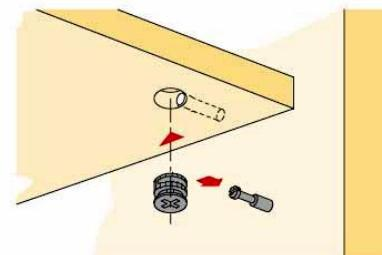

Рис.2 Схема установки эксцентриковой стяжки
- Соединить крышу тумбы №3 и дно №4 с боковинами №1,2 на эксцентриковые стяжки В (см. рис. 2) и евровинты А, предварительно закрепить опоры -Ж к детали №4 на саморезы К;